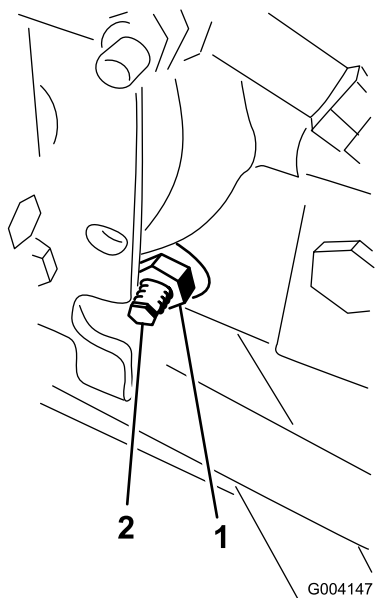

Рисунок 83
3. С правой стороны гидростата ослабьте контргайку кулачка регулировки тяги (Рисунок 83).